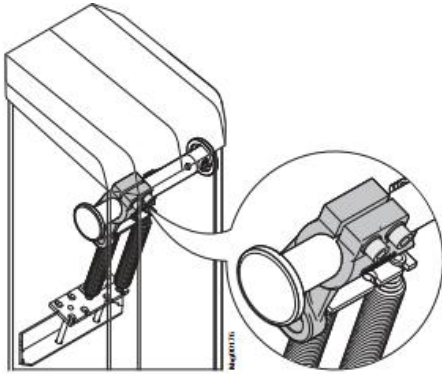

图 25: 松动紧固柄的六角凹头螺钉
10. 可以调节紧固柄的六角凹头螺钉来矫正回转装置和栏杆臂的位置。请参照 40 页，图 25。